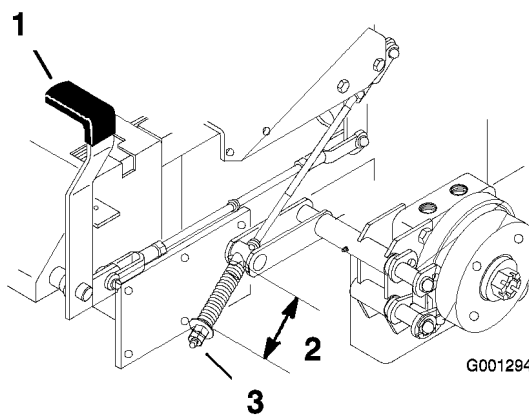

Figura 55
2. Misurate la lunghezza della molla. La misura tra le rondelle deve essere di 64 mm (Figura 55).
3. Nel caso in cui occorra effettuare una regolazione, rilasciate il freno di stazionamento, allentate il controdado sotto la molla e serrate il dado immediatamente sottostante la molla (Figura 55). Girate il dado fino ad ottenere la misura esatta. Girate il dado in senso orario per accorciare la molla, o in senso antiorario per allungarla.